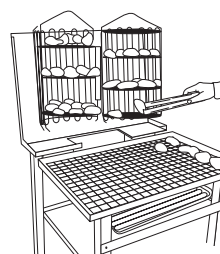

Рисунок 14
8. **Разгрузка корзины** (рисунок 14). Поместите приготовленные продукты на гофрированный лоток и скройте полости (кости), если необходимо. Поместите лоток в шкаф.